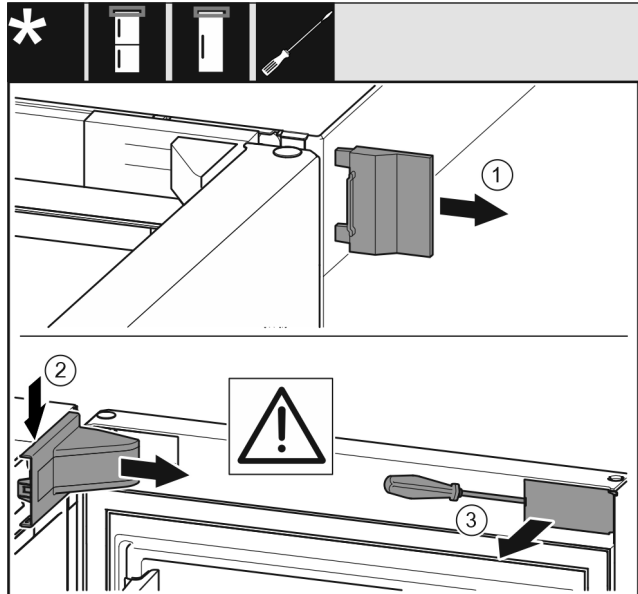

Fig. 6
- ▶ Tag den udvendige afdækning af. Fig. 6 (1)
- ▶ Klik hængselkonsollens afdækning ud, og løs den. Tag hængselkonsollens afdækning af. Fig. 6 (2)
- ▶ Løs blindpladen med en flad skruetrækker, og drej den til side. Fig. 6 (3)